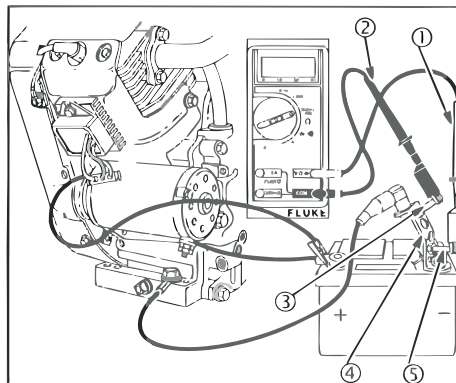

Figure 18
Le shunt CC DOIT être installé sur la borne NÉGATIVE (-) de la batterie (Figure 18) pour éviter de faire griller le fusible quand vous contrôlez la sortie du système de 20 A avec le multimètre. Toutes les connexions doivent être propres et bien serrées pour que les relevés soient corrects.
2. Installez le shunt CC (4) sur la borne NÉGATIVE de la batterie.
3. Insérez le fil de contrôle ROUGE dans la prise $V\Omega$ du multimètre et reliez-le à la borne ROUGE sur le shunt (5) (Figure 18).